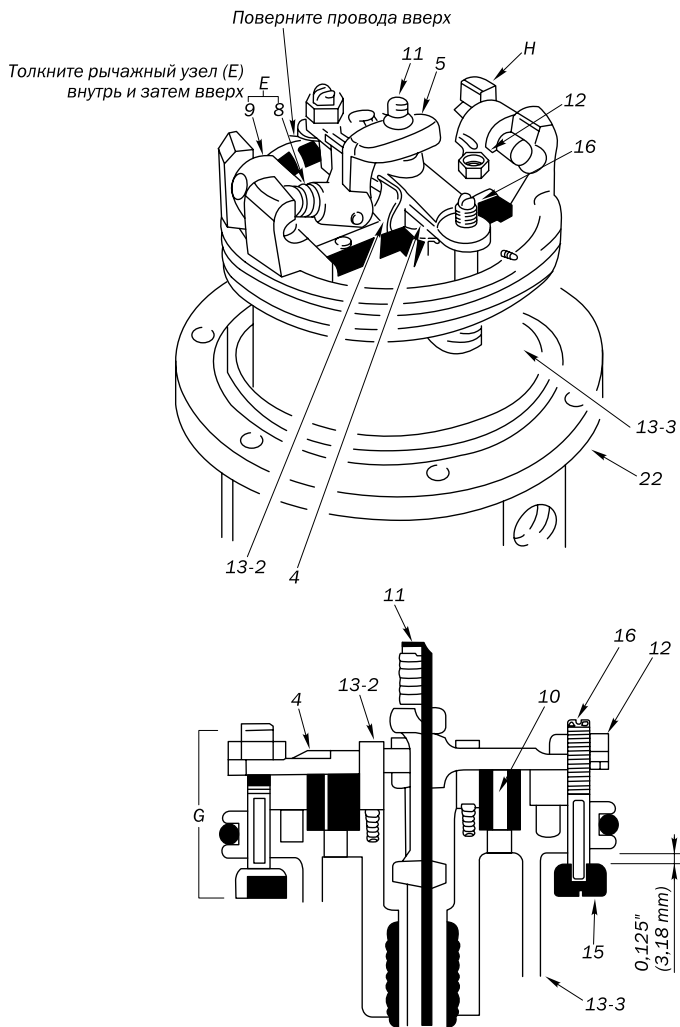

Рис. 9.1.3.
12. Захватите упорный ролик 9 плоскогубцами, сожмите пружину 8 и снимите рычажный узел «Е», качнув его вверх и в сторону от упорных выступов поршня «Н» (см. рис. 9.1.3). Траверса клапанного механизма 4 удерживается только пружинными фиксаторами 13-2.